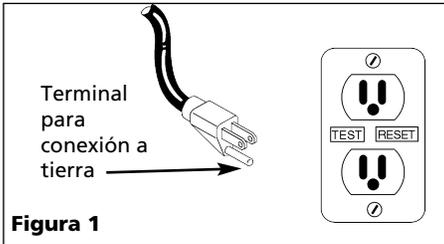

Figura 1
**enchufe para conexión a tierra. Debe utilizar un tomacorrientes que cumpla con los códigos vigentes nacionales (NEC en EE.UU.) y locales (Vea la Figura 1)**